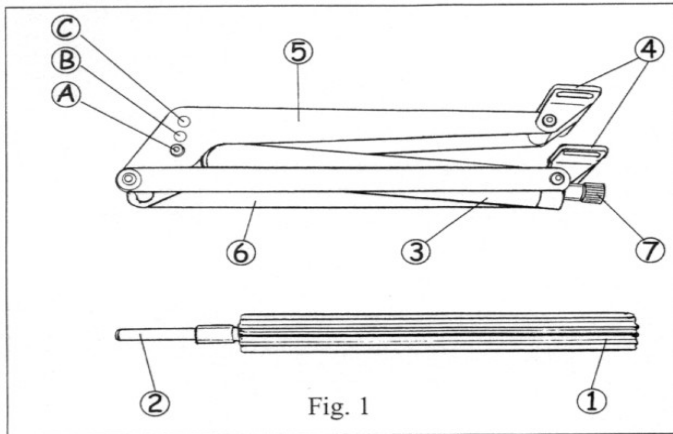

Fig. 1
**KOMPONENTEN:** (Vgl. Abb. 1)
- Pos. A = 48 cm und 15 kg siehe Abb. 1
- Pos. B = 40 cm und 22 kg siehe Abb. 1
- Pos. C = 30 cm und 30 kg siehe Abb. 1